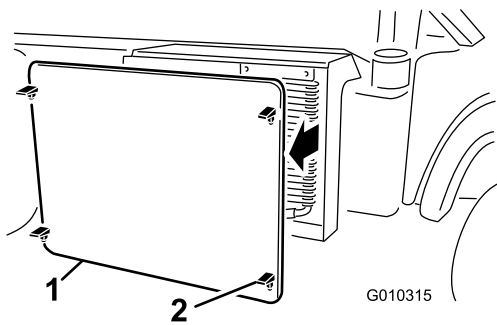

Figura 31
3. Sganciate e togliete la griglia del radiatore dalla parte anteriore del radiatore (Figura 31).